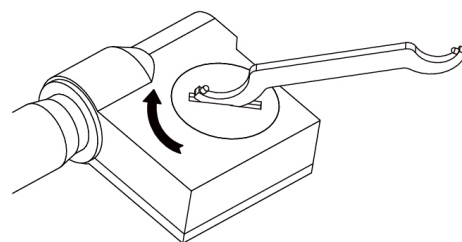

Abb. 3
- » Befestigen Sie die Batteriefachabdeckung wieder und drehen Sie diese im Uhrzeigersinn, bis sie sicher verschlossen ist (Abb. 3).